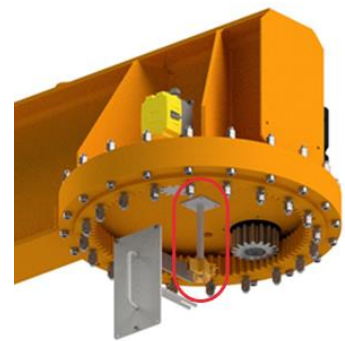
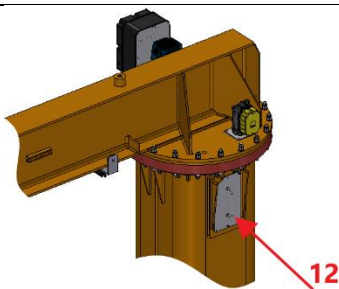
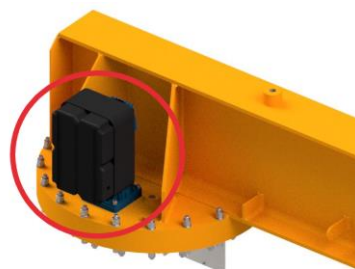

Abb. 38
Abb. 39
Abb. 40
4. Unter der Drehplatte des Auslegers den Schleifring samt Halter an den vorgesehenen Gewindebohrungen befestigen (Abb. 38). Der Schleifring muss in der Regel in die Säule eingeführt werden, u. zw. durch die Inspektionsklappe 12 am Säulenende (Abb. 39). Das kürzere Kabel wird für den Anschluss des Schleifrings an das Steuergerät für die Rotation verwendet (Abb. 40). Dazu wird es durch die Öffnung (Kabeldurchführung) an der Drehplatte des Auslegers geführt. Das längere Kabel wird an den Lasttrennschalter angeschlossen.